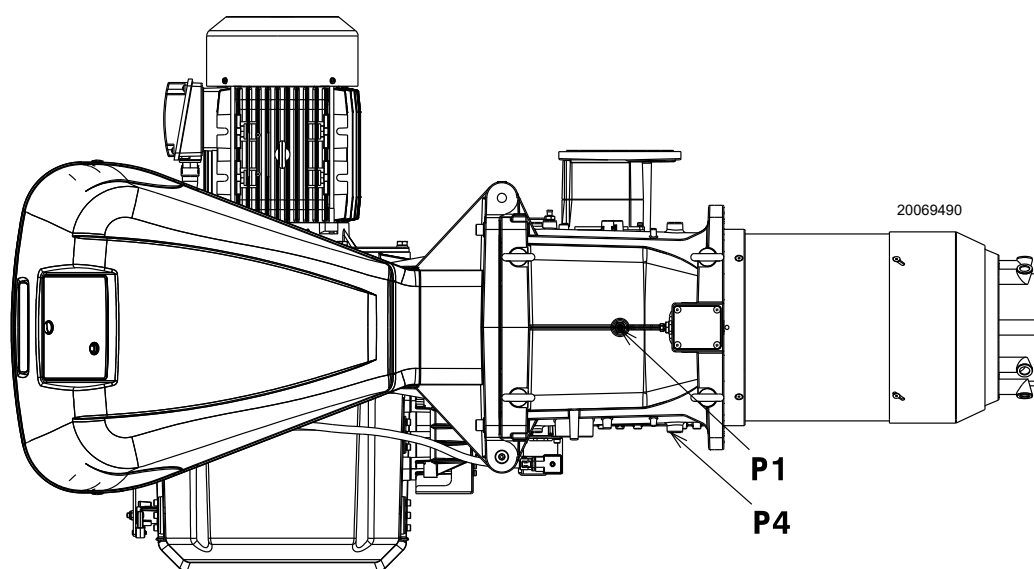

Fig. 25
Pression du gaz mesurée à la prise P1 (Fig. 25), avec :
- Soustraire de la pression du gaz à la prise P1 (Fig. 25) la pression dans la chambre de combustion.
Pression de gaz à la prise P1 (Fig. 25) = 58,1 mbar
Pour connaître la pression de gaz nécessaire sur la prise P1 (Fig. 25), une fois établie la puissance MAX. à laquelle on veut faire fonctionner le brûleur :
- Lire sur la droite, colonne 1, la pression à la prise P1 (Fig. 25).
pression nécessaire à la prise P1 (Fig. 25).